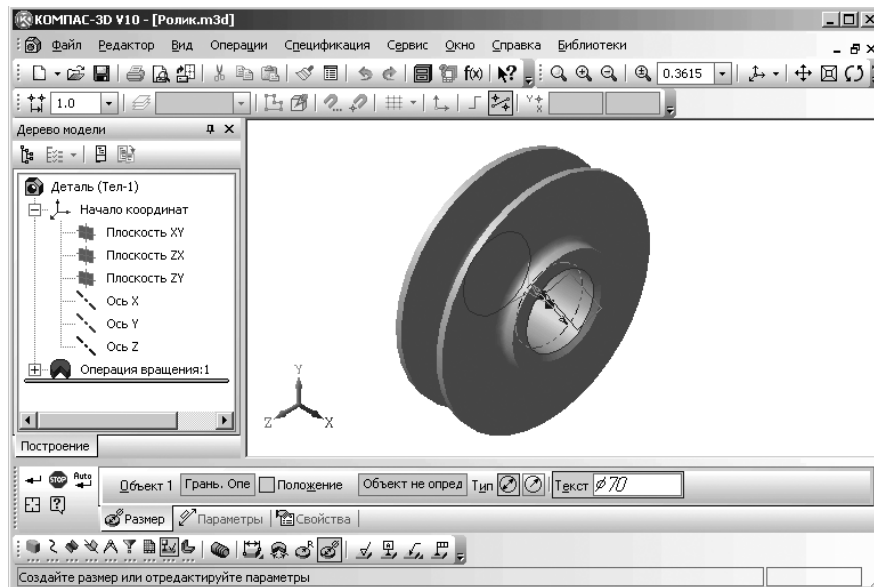

Рис. 3.140. Главное окно системы в режиме завершения простановки диаметрального размера отверстия ролика
- переместите указатель мыши на ближнее ребро отверстия ролика и как только оно выделится, щелкните мышью. Появится фантом диаметрального размера отверстия ролика рис. 3.140.